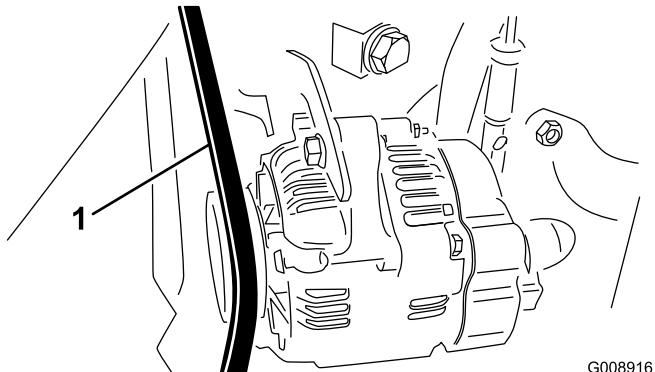

Bild 69
2. Prüfen Sie die Spannung, indem Sie eine Kraft von 30 N·m in der Mitte zwischen der Lichtmaschine und den Kurbelwellenscheiben ansetzen (Bild 69).